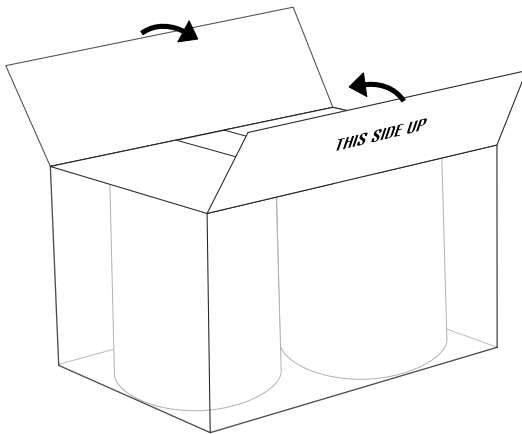

Figure 5
7. Fold flaps on top of carton so that they meet. "THIS SIDE UP" must be visible on the outside of the carton. (See Figure 5)
7. Pliez les rabats sur le dessus de la boîte de façon à ce qu'ils se rejoignent. « THIS SIDE UP » (ce côté vers le haut) doit être visible à l'extérieur de la boîte. (Voir Figure 5)